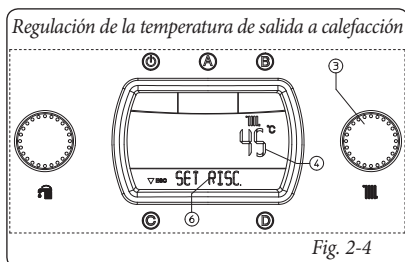

Fig. 2-4
- **Зима** (i): в настоящем режиме работы бойлер работает как для производства горячей сантехнической воды, так и для отопления помещения. Температура ГВС настраивается с помощью регулятора (1), температура отопления настраивается с помощью регулятора (3) и настоящая температура отображается на дисплее (24) с помощью индикатора (4) и появляется надпись "SET RISC." (Илл. 2-4). Вращая регулятор (3) по часовой стрелке температура увеличивается и против часовой стрелки уменьшается.
escrito "SET RISC." (Fig. 2-4). Girando el selector (3) en sentido horario la temperatura aumenta y antihorario se reduce.